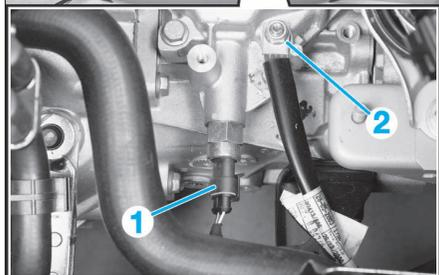

FIG. 30
- Débrancher le connecteur de marche AR (1) (Fig.30), puis la masse (2) de la boîte de vitesse.